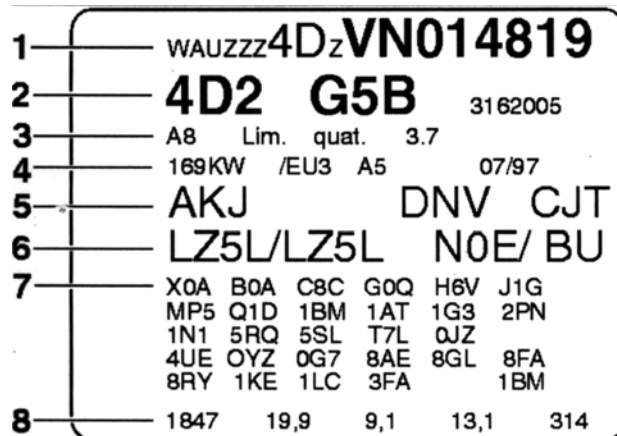

Рис. 7: Пример шильда с данными.
1. **Fahrzeugtyp identifizieren** – идентифицировать комплектацию автомобиля по кодам и обозначениям, который содержит номерной шильд автомобиля. Это необходимо для правильного поиска информации по автомобилю в справочно-информационной базе данных ELSA. Шильд с данными (Рис. 7) наклеивается как в сервисную книжку, так и на стенку ниши запасного колеса. Данные на нём распределяются следующим образом:
Стоит также обратить внимание, какие системы бортовой электроники вообще были установлены на автомобиль заводом-изготовителем. Сделать это можно по шильду-наклейке с кодами установленного на автомобиль оборудования (см. стр. 15, Рис. 7), который наклеен как в сервисной книжке к автомобилю, так и внутри ниши запасного колеса. Значение кодов дополнительного оборудования можно уточнить у ближайшего официального диллера ФОЛЬКСВАГЕН-АУДИ.